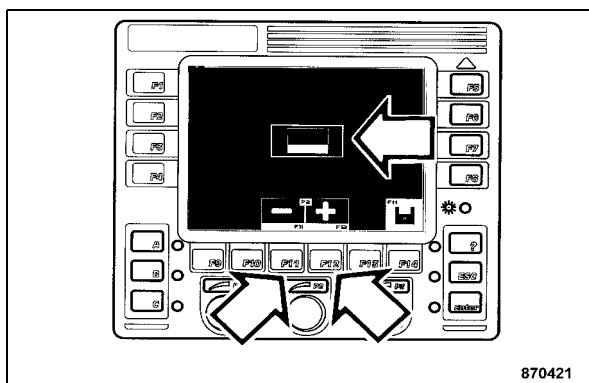

Fig. 87
- Appuyer sur la touche "F11" ou "F12" (Fig. 87) pour sélectionner la langue dans laquelle le rapport devra être imprimé .